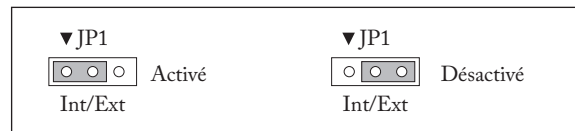

fig. 2
3. Installez le réchauffeur dans un conduit horizontal ou vertical dans une position de montage autorisée, conformément à la fig. 2.